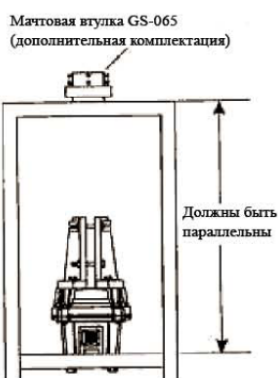

Рисунок 3
3. Если планируется использовать упорную втулку (например, дополнительную комплектующую от Yaesu модели GS-065), установите ее на верхушке опоры (см. Рисунок 3) с помощью крепежной арматуры из комплекта поставки.